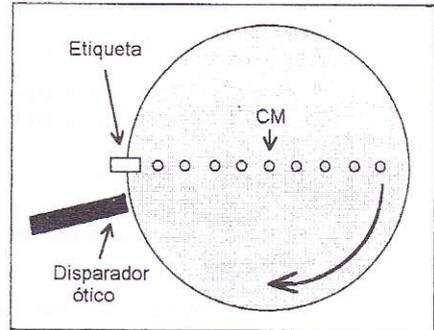

Figura 7: Fixação do interruptor ao disco de alumínio.
- Fixe uma etiqueta adesiva junto à borda do disco, na posição indicada na figura 7, que servirá como interruptor do disparador ótico nas medidas do período de oscilação.
- Com o sistema em repouso, posicione o disparador ótico junto à etiqueta, como mostrado na figura 7.
- Gire o disco no sentido indicado pela seta na figura 7 em quase uma volta, até que o interruptor (etiqueta) alcance o disparador ótico, mas não o ultrapasse.